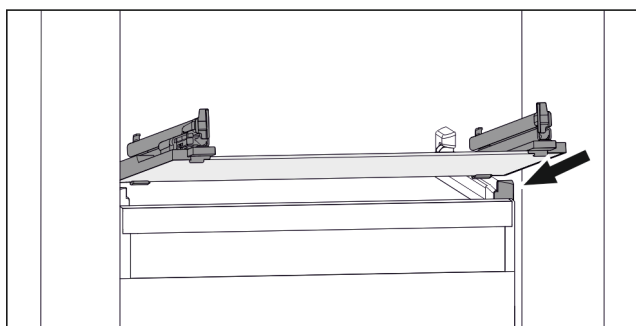

Fig. 88 Příklad znázornění skleněné desky
- ▶ Nasadte skleněnou desku šikmo za zářezky. (viz Fig. 88)